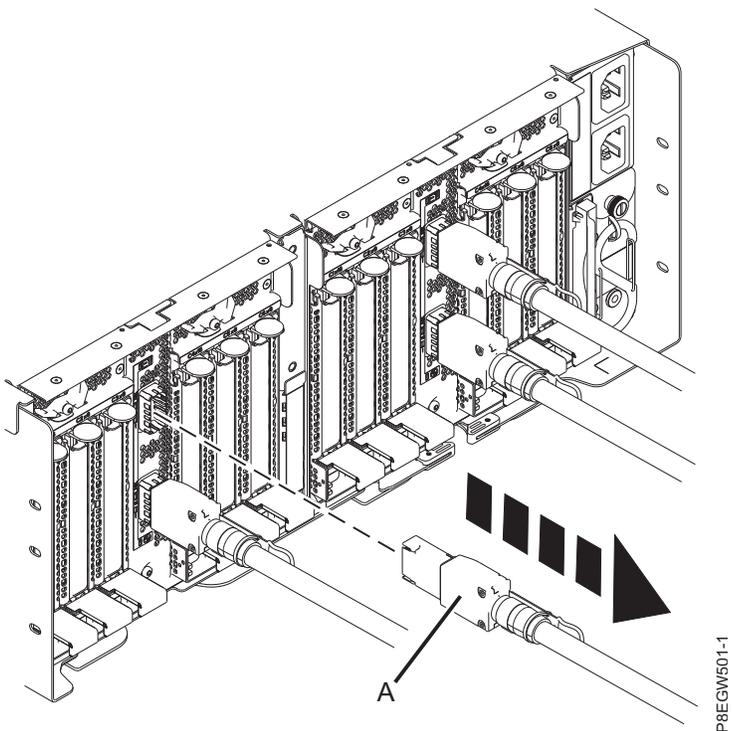

図 4. EMX0 PCIe3 拡張ドロワーからの拡張ドロワー・ケーブルの取り外し
3. プルタブをつまみ、EMX0 PCIe3 拡張ドロワー上の入出力モジュール・ポートから拡張ドロワー・ケーブル (A) のもう一方の端を引き出します (図 4 を参照)。